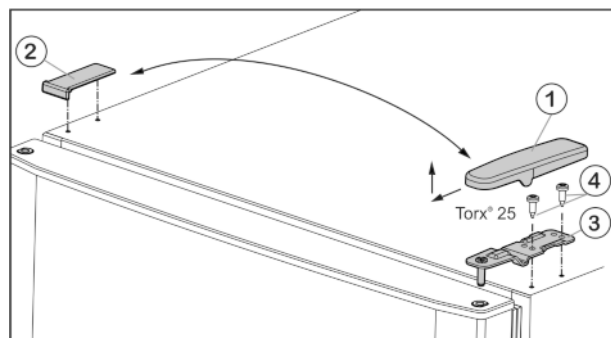

Fig. 4
- ▶ Kryt Fig. 4 (1) stáhněte dopředu a nahoru.
- ▶ Kryt Fig. 4 (2) zvedněte.
- ▶ Horní stojan ložiska *Fig. 4 (3)* odšroubujte (2 krát Torx® 25) *Fig. 4 (4)* a stáhněte nahoru.
- ▶ Horní stojan ložiska *Fig. 4 (3)* vložte na nové straně závěsu do dvířek.
- ▶ Horní stojan ložiska **přišroubujte (s 4 Nm)** (2krát Torx® 25) *Fig. 4 (4)*. Díry pro šrouby případně předem propíchněte nebo použijte akumulátorový šroubovák.
- ▶ Kryt *Fig. 4 (1)* na opačné straně zvenčí nasadte a nechte zaklapnout.
- ▶ Kryt *Fig. 4 (2)* vždy na opačné straně shora nasadte a nechte zaklapnout.